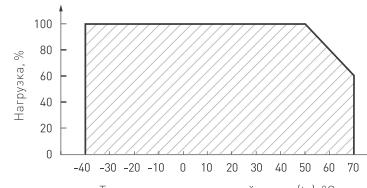

Рис. 6. Максимальная допустимая нагрузка,
- ↗ температура окружающего воздуха от -40 до +70 °C, см. график зависимости максимально допустимой нагрузки на источник питания от температуры окружающей среды на рис. 6;
4.4. Не нагружайте источник питания более чем на 80% от его максимальной мощности. Учитывайте, что с повышением температуры окружающей среды максимальная мощность источника питания снижается, см. график зависимости максимальной допустимой нагрузки на источник питания от температуры окружающей среды на рис. 6.